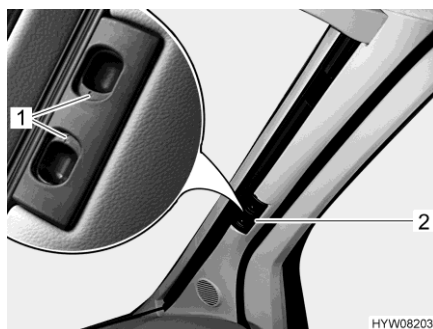

Fig. 23 Estor plegable (luna delantera)
- Comprimir los botones corredizos de bloqueo (Fig. 23,1) y mantenerlos comprimidos.
- Tirar el estor plegable para la luna delantera del tirador (Fig. 23,2) hacia el centro de la ventana.
- Empujar ambas mitades del estor plegable para la luna delantera en el tirador (Fig. 23,2) hacia afuera, hasta el tope.
- Soltar los botones corredizos de bloqueo (Fig. 23,1) y dejar que engatillen.